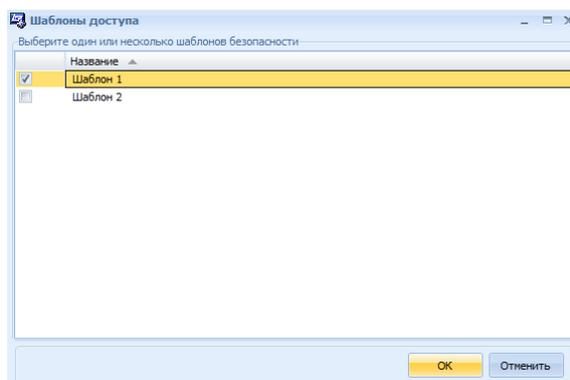

Рис. 11 Окно **Выбор шаблонов безопасности**
- **Шаблон** – нажав кнопку **Изменить** можно выбрать один из настроенных шаблонов безопасности, в этом случае предыдущие поля заполнять не требуется (Рис. 11). Создать шаблон можно в закладке **Шаблоны охраны** См. 23.5.1.